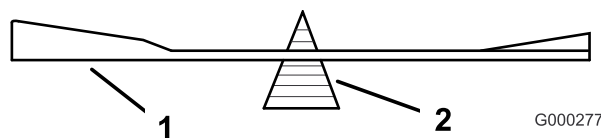

Figura 58
2. Verifique el equilibrio de la cuchilla colocándola sobre un equilibrador de cuchillas (Figura 58). Si la cuchilla se mantiene horizontal, está equilibrada y puede utilizarse. Si la cuchilla no está equilibrada, rebaje algo del metal en la parte de la vela solamente (Figura 58). Repita este procedimiento hasta que la cuchilla esté equilibrada.